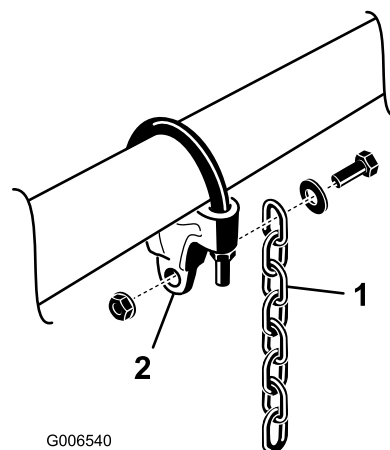

Figura 7
- Monte uma corrente de elevação em cada suporte da corrente com um parafuso, uma anilha e uma porca, posicionando conforme indicado em Figura 7.